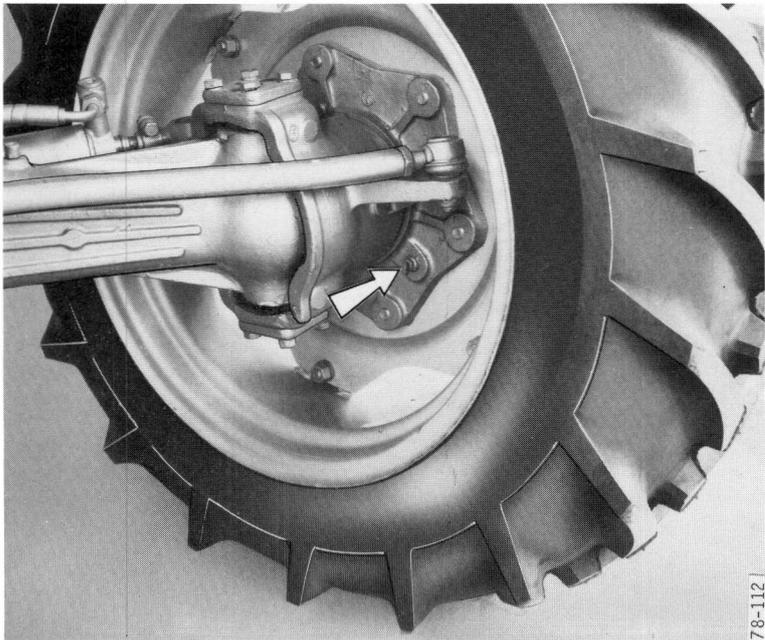

Fig. 6
– **Toutes les 100 heures**, vérifier le niveau d'huile des réductions finales. L'huile doit arriver au niveau du bouchon (fig. 6) lorsque celui-ci est placé sur un diamètre horizontal.
– Tourner le moyeu pour amener le bouchon (fig. 6) dans la position la plus basse.